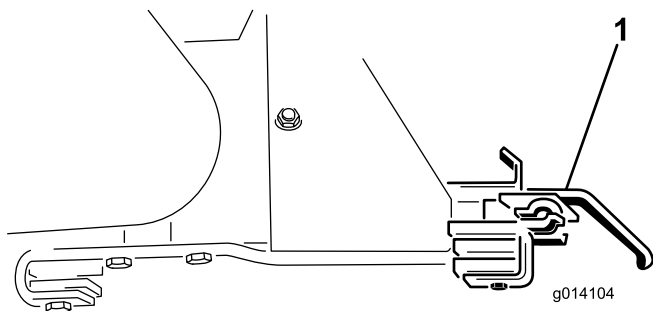

図 47
18. オプション機器用のブラケット (2つ) を外す (図 47)。